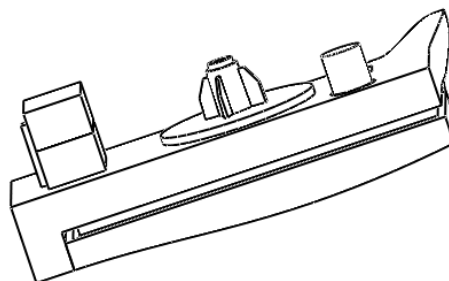

图 1-75 消除隐藏线
- 【消除隐藏线】：模型零件的隐藏线不可见，如图 1-75 所示。